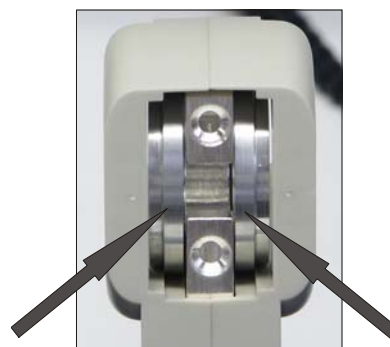

Fig. 1 Alloggiamento della testina di misura con anelli di montaggio inseriti
- Inserire gli anelli di montaggio a destra e sinistra nell'alloggiamento della testina di misura (vedere fig. 1).